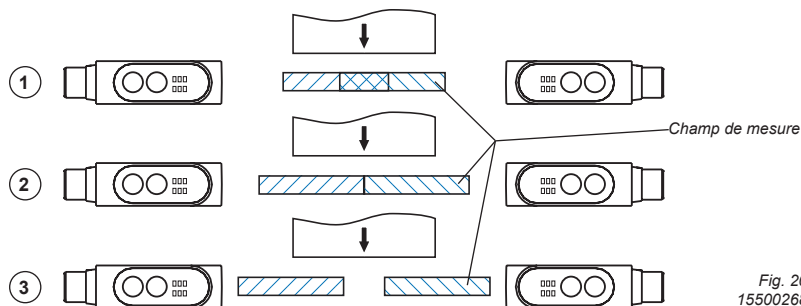

Fig. 20
Lors de cette mesure, deux FT 50 RLA ... S1 sont couplés l'un à l'autre. Les capteurs se font face (mesure de différence ou d'épaisseur - fonction n° 26) ou sont montés en parallèle (mesure de différence, parallèle - fonction n° 27). Les champs de mesure, pour la mesure de différence ou d'épaisseur, peuvent se chevaucher (1), se toucher (2) ou être distincts l'un de l'autre (3) (fig 20).
1. Montage: Positionner l'objet de référence (valeur de consigne) dans le champ de mesure et monter les deux FT 50 RLA-... (type S1) de sorte que la distance jusqu'à l'objet est toujours dans le champ de travail des capteurs (fig. 20 et 22).
Bien qu'un FT 50 RLA n'ait qu'un champ de mesure de 70, 100, ou 220 mm, il est possible en commutant Maître - Esclave de mesurer des objets dont l'épaisseur dépasse ces seuils. La solution est dans le placement des capteurs (fig. 20). Le champ de mesure nécessaire dépend de la différence maximum d'épaisseur. Si les fluctuations d'épaisseur ou de positionnement sont minimes, on choisira des capteurs à distance de détection plus petite.